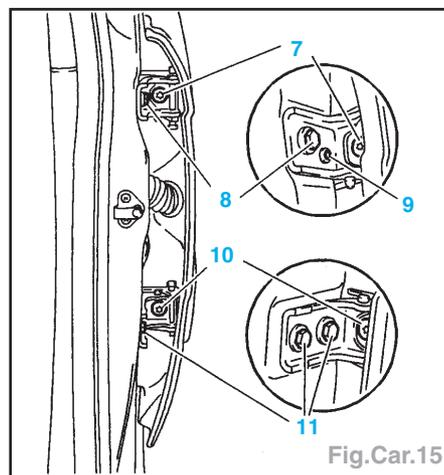

Fig.Car.15
- Régler (Fig.Car.15) :
- les jeux de la porte arrière par vis (8), (9) et (11),
- le désaffleurement par vis (7) et (10).